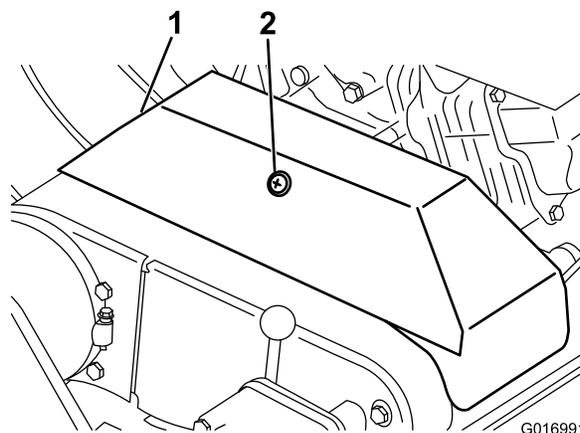

図 39
2. V ベルトカバーを固定しているリテーナをゆるめて、カバーを開ける **図 39**。
2. Vベルトカバーを固定しているリテーナをゆるめて、カバーを開ける 図 39。